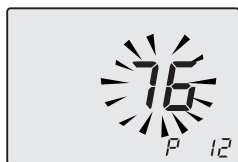

Figura 7.16
- Scorrere i vari parametri utilizzando i tasti 18 o 19 fino a far apparire sul display LCD le lettere **P12** e il valore del parametro (75=M260MR.2025 SM/T e 81=M260MR.2530 SM/T) indicanti l'entrata nel "parametro 12" (Figura 7.16).